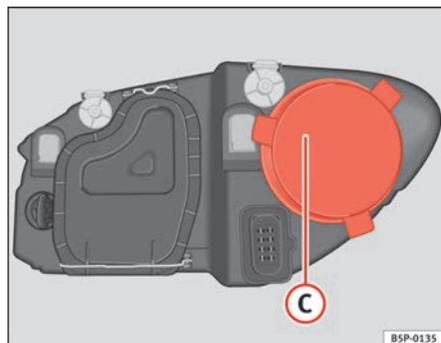

Fig. 186 Máximos
- Retirar a tampa ⇒ fig. 186 C, puxando-a.